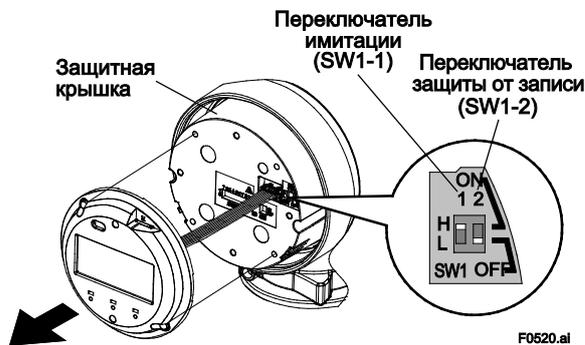

Рисунок 13.1 Установки переключателя имитации
* См. Рисунок 13.1 “Установки переключателя имитации”
* См. Рисунок 13.1 “Установки переключателя имитации – Переключатель защиты от записи (SW1-2)”
Чтобы предотвратить ошибочное включение этой функции во время работы, на усилителе реализован переключатель имитации в виде “ключа”. Если этот переключатель (SW1-1) устанавливается в положение ВКЛ (ON), то имитация включается. (См. Рисунок 13.1.)